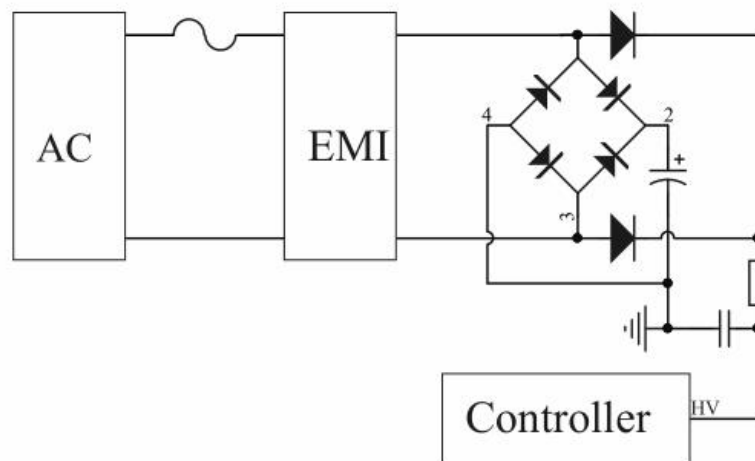

图 1：高压启动电路
DK020G 包含多功能高压 (HV) 引脚。为达到快速启动，内部集成了高压启动电路，可以快速启动电源同时能够有效降低待机功耗，如图 1 所示，能够快速准确监测输入电压，在输入掉电后，